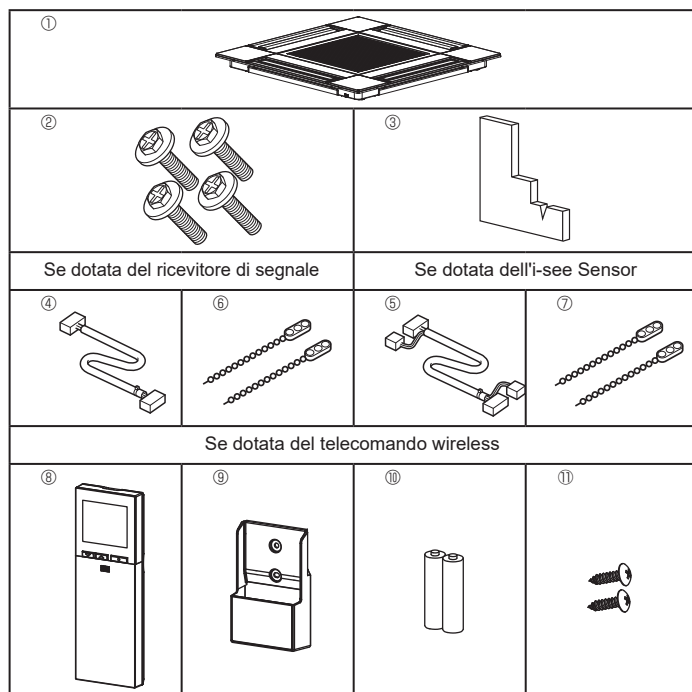

Fig. 10-1
10.1. Controllare gli accessori della griglia (Fig. 10-1)